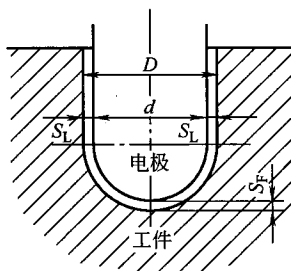
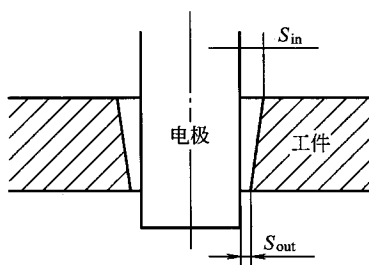

图 1-3 加工间隙
图 1-4 入口间隙与出口间隙
(1) 工具电极 电火花加工用的工具,因其是火花放电时电极之一,故称工具电极,简称工具或电极(见图1-3)。
(2) 放电间隙 指加工时工具和工件之间产生火花放电的一层距离间隙。在加工过程中,则称为加工间隙 S ,它的大小一般在0.01~0.5mm之间,粗加工时间隙较大,精加工时则较小。加工间隙又可分为端面间隙 S_F 和侧面间隙 S_L (见图1-3)。对于穿孔加工,又可分为入口间隙 S_{in} 和出口间隙 S_{out} (见图1-4)。